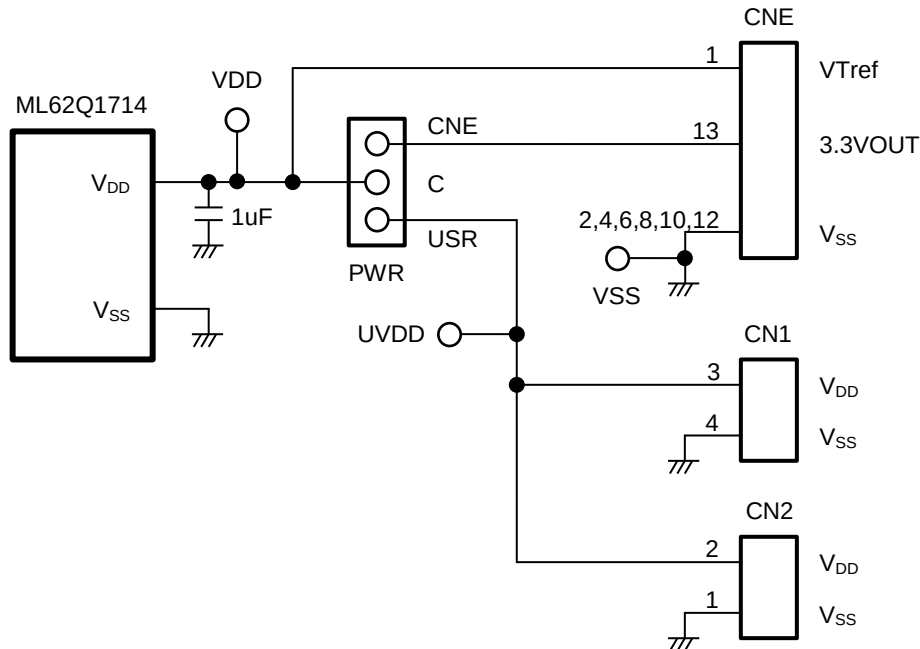

図 2 電源回路
- 1.2 ML62Q1714 Reference Board 外観図2